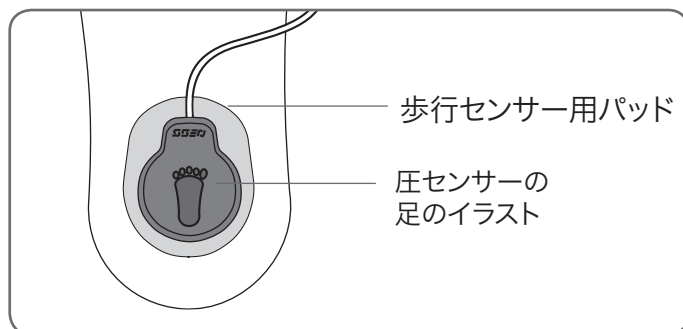

図 9 : 靴の中で圧センサーの位置を決めているところ
3. 圧センサーのワイヤーが出ている方がつま先を向くようにします。次に圧センサーを歩行センサー用パッドに接続します(図 9 を参照)。足のイラストに従って圧センサーを配置します。